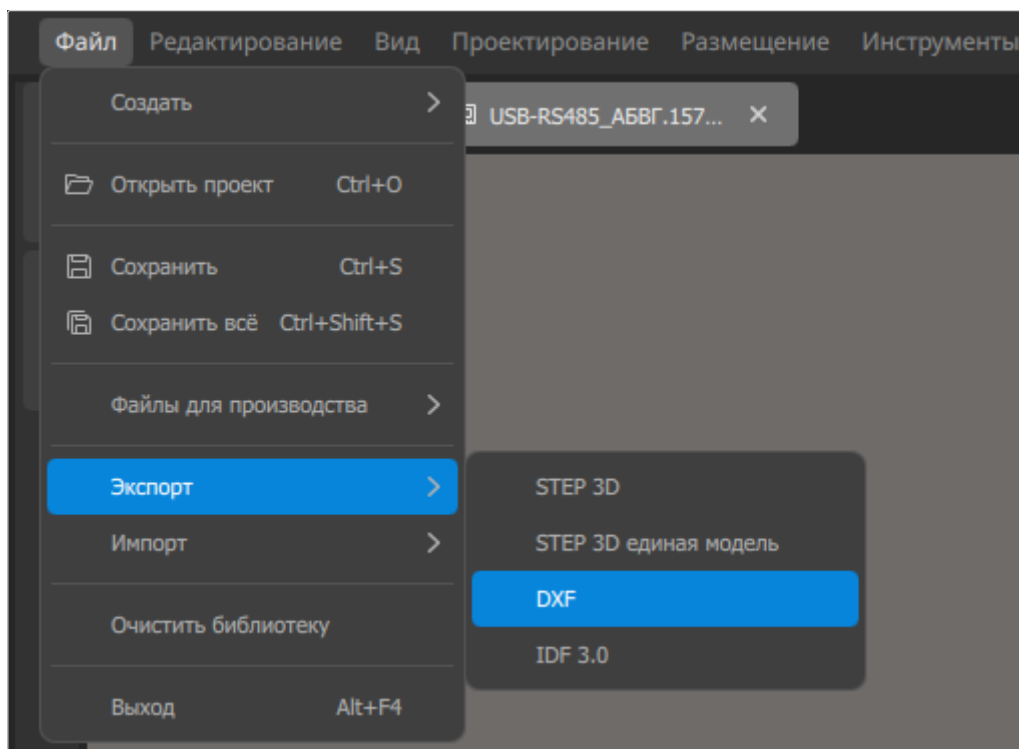

Рисунок 245. Меню «Файл» → «Экспорт»
- 2) Вызвать команду меню «Файл» → «Экспорт» → «DXF» (см. рисунок 245).